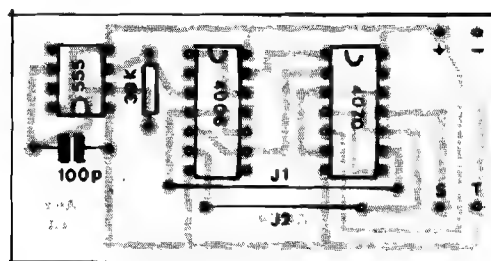

Fig. 3
- FIG. 3 - CHAPEADO DA MONTAGEM - Sobre o lado não cobreado da plaquinha, quase "nada": os três Integrados, o resistor, o capacitor e (não esquecer disso...) os dois jumpers (codificados como J1 e J2...), que nada mais são do que pedaços simples de fio interligando duas ilhas/furos específicos... O único ponto que requer um pouco mais de "zóio": a orientação de cada um dos Integrados, sempre referenciada pela marquinha existente em